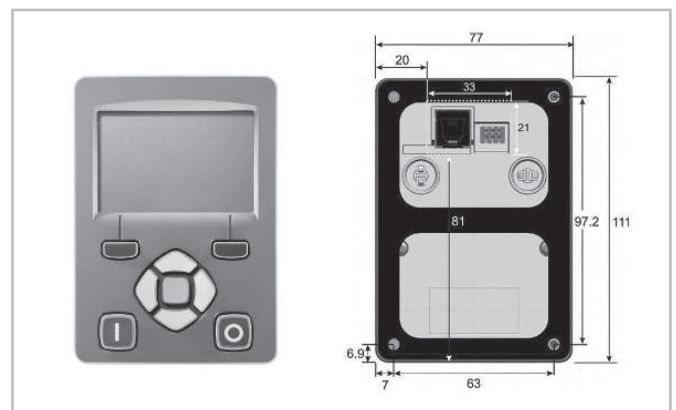

Abb. 27: Front- und Rückansicht des Bedienteils mit Befestigungslochern und Aussparung auf der Rückseite (für externe Montage)
Montage (siehe Abbildung 27, Seite 79):
- Aussparung an der Schaltschranktür für die Anschlüsse auf der Rückseite des Bedienteils berücksichtigen (siehe Abbildung 27, Seite 79)!